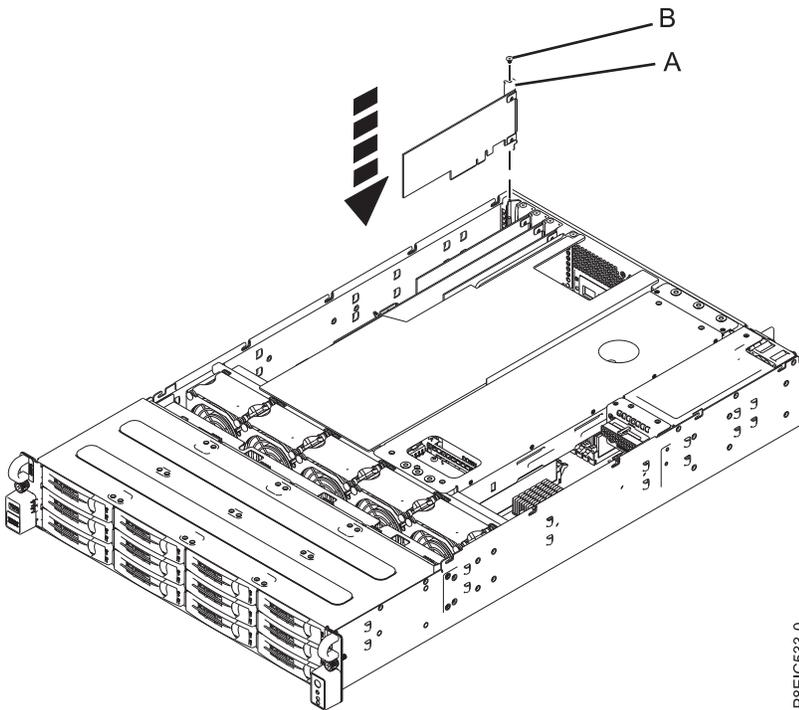

Abbildung 36. PCIe3-SAS/SATA-RAID-Adapter mit niedrigem Profil, 6 Gb, (FC EC3Y - PMC 71605E ) (A) im System installieren und Schraube (B) einsetzen
- c. Setzen Sie die Sicherungsschraube (B) ein und ziehen Sie sie fest, um den RAID-Adapter am System zu befestigen (siehe Abb. 36).